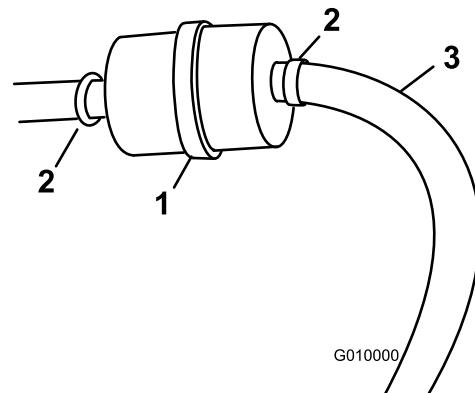

Figura 51
3. Allentate le fascette stringitubo e allontanatele dal filtro (Figura 51).
5. Installate un nuovo filtro nei flessibili e fissate le fascette stringitubo (Figura 51).
3. Allentate la fascetta stringitubo e spostatela in alto sul tubo del carburante, lontano dal filtro del carburante (Figura 51).
4. Scollegate il tubo del carburante dal filtro del carburante (Figura 51).
**Nota:** Lasciate spurgare la benzina in una tanica apposita o in una bacinella (Figura 51).
6. Infilate la fascetta vicino al filtro del carburante, per fissare il tubo del carburante (Figura 51).